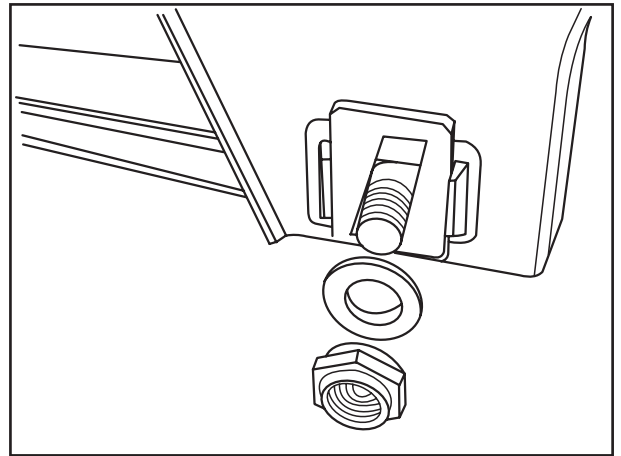

Fig. 18
- [28] Kulissenscheibe, Scheibe und neue Sicherungsmutter montieren. Die Schrägen der Kulissenscheiben müssen zueinander fluchten und beidseitig ins Stützenmaul eingreifen (Fig. 18).
[28] Fit connecting link disc, washer and new lock nut. The bevels of the connecting link discs must be flushed with one another and engaged in the mouth of the hanger bracket on both sides (Fig. 18).
[28] Monter la cale à coulisse, la rondelle et le nouvel écrou de sûreté. Il faut que les biseaux des cales à coulisse coïncident et s'engagent des deux côtés dans la douille carrée de la main (fig.18).